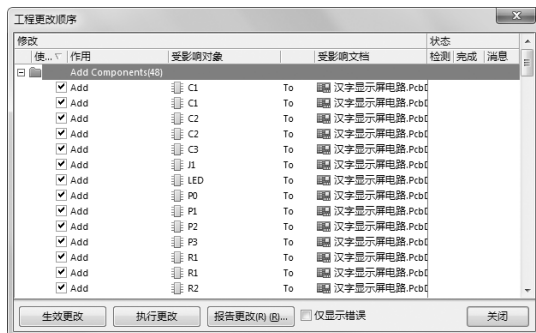

图 15-51 “工程更改顺序”对话框
(5) 单击“PCB 标准”工具栏中的  (保存) 按钮, 指定所要保存的文件名为“汉字显示屏电路板 . PcbDoc”, 单击“保存”按钮, 关闭该对话框。
(6) 选择菜单栏中的“设计”→“Import Changes From 汉字显示屏电路 . PrjPcb”命令, 系统将弹出如图 15-51 所示的“工程更改顺序”对话框。